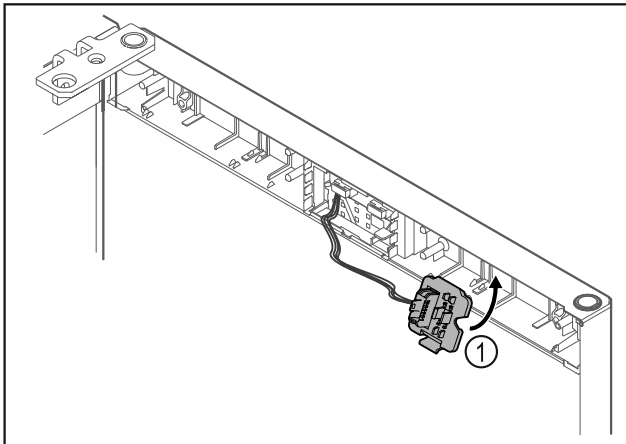

Fig. 15
- Klik stikholderen Fig. 15 (1) i på den modsatte side.